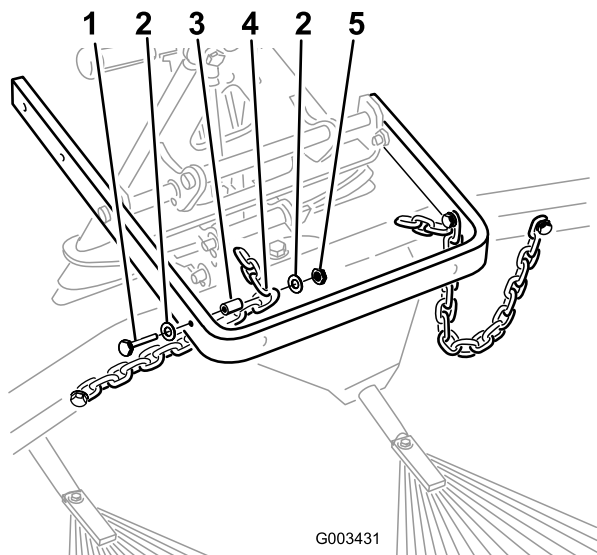

Figura 12
8. Fissate il terzo anello di ciascuna catena all'interno del braccio di sollevamento per mezzo di un bullone (3/8 x 2-1/2 poll.), due rondelle (3/8 x 7/8 poll.), un distanziale e un dado di bloccaggio (3/8 pollice) (Figura 12).